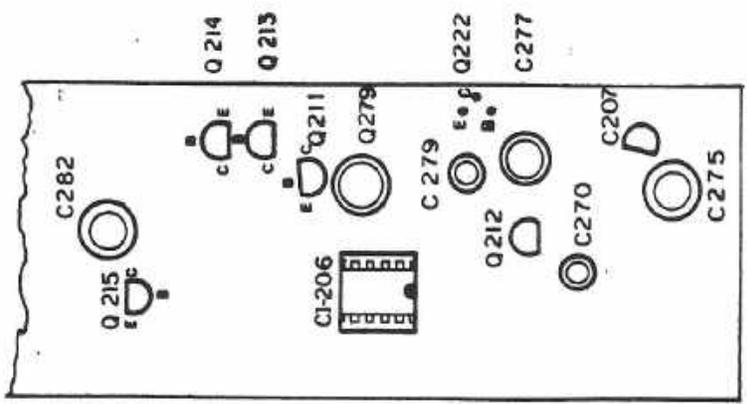

FIG. 8 B
-Desligar a saída do excitador (vide fig.8) do estágio final, conectar o wattímetro (em série com a carga) a saída do excitador, acionar o transmissor (via tecla PTT) no canal intermediário, ajustar L 211, L 212, L 213, L 214, L 215, L216, L 217, L 218, L 220 e L 221 (vide figura 6) para se obter a máxima potência de RF no wattímetro, normalmente a potência de saída do excitador varia de 2,7 à 3,5 W.